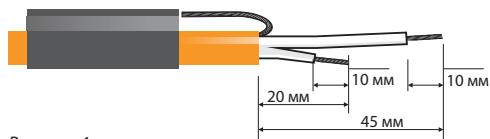

Рисунок 4
4.5. Разделать концы нагревательного кабеля согласно рис. 4.